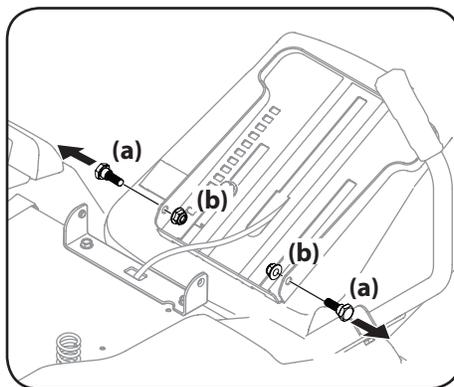

Figura 2-2
2. Quite los dos tornillos con reborde (a) y las tuercas de seguridad (b) del contenedor del asiento, tal como se muestra en la Figura 2-2.